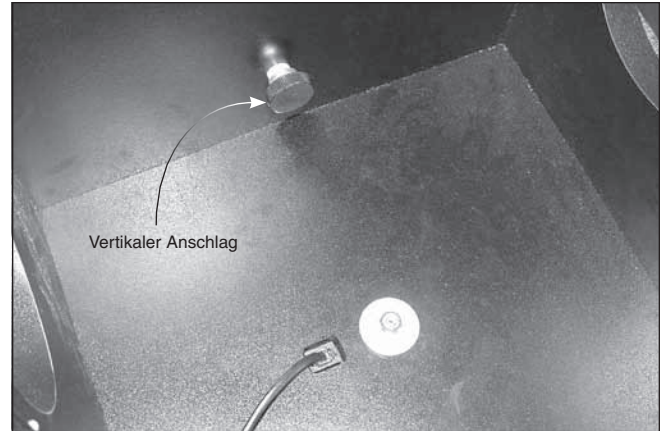

Abbildung 14. Schrauben Sie den Anschlag zusammen mit den Unterlegscheiben in den Gewindeeinsatz an der Frontplatte.
an der Innenseite der Frontplatte (B), und ziehen Sie ihn fest (Abbildung 14). Die Position des vertikalen Anschlags kann durch Hinzufügen oder Entfernen von Unterlegscheiben angepasst werden. Zu diesem Zweck sind im Lieferumfang des Teleskops zusätzliche dicke und dünne Unterlegscheiben enthalten. Der vertikale Anschlag muss für die Verwendung des IntelliScope-Objektfinders angepasst werden, da das Optikrohr während der anfänglichen Ausrichtung genau senkrecht aufgestellt werden muss. Die Vorgehensweise zum Anpassen des vertikalen Anschlags wird in der Bedienungsanleitung, die dem Bausatz für den IntelliScope-Objektfinder beiliegt, detailliert beschrieben. Nachdem der vertikale Anschlag korrekt angepasst wurde, sollte keine weitere Einstellung mehr erforderlich sein.